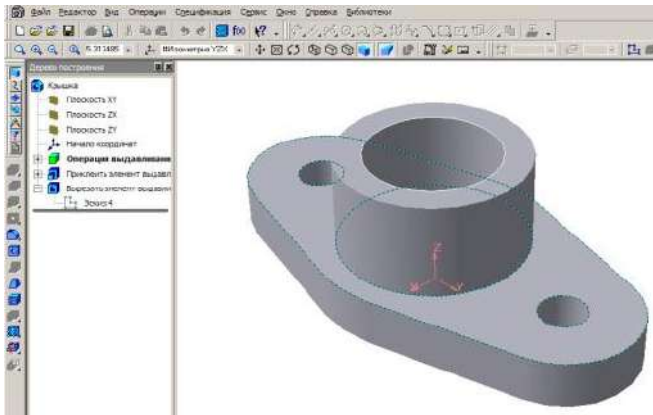

Рисунок 7.43 – Вибір плоскої грані на основі деталі
1. Створіть новий ескіз на верхній плоскій грані основи деталі. Установіть для моделі стандартну орієнтацію «Сверху» (рис. 7.43).